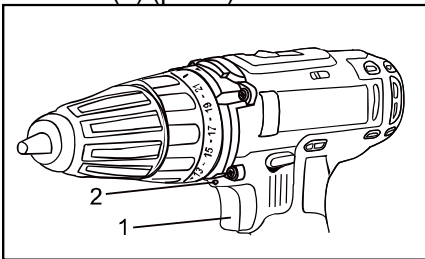

рис.7
Вбудоване освітлення (2) вмикається автоматично при натисненні на вимикач (1) (рис.7) і автоматично вимикається при його відпусканні.